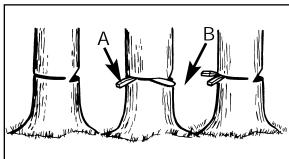

Рис. 11С
1. Используйте деревянные или пластиковые клинья (A), чтобы избежать втягивания шины или цепи (B) в пропил. Клинья также позволяют контролировать направление падения дерева (Рис. 11С).
**ПРЕДУПРЕЖДЕНИЕ:** Когда валочный распил приблизится к стволу, дерево должно начать падать. Как только дерево начнет падать, выньте пилу из прореза, заглушите двигатель, отложите пилу в сторону и быстро отойдите в заранее намеченную сторону (Рис. 11А).